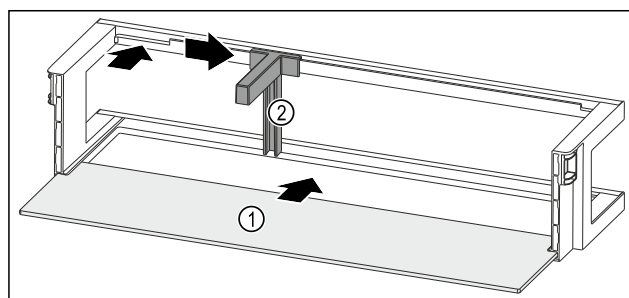

Fig. 67 Półka w drzwiach z półką
- ▶ Wsunąć półkę Fig. 67 (1) w boczne wycięcia.
- ▶ Włożyć uchwyt butelek Fig. 67 (2) do zagłębienia.
- ▶ Przesunąć uchwyt butelek Fig. 67 (2) na wybraną pozycję na bok.